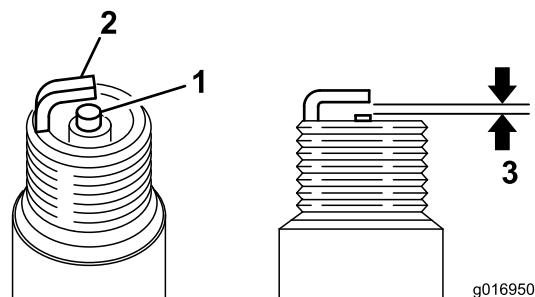

Figura 35
- 3. Impostate la distanza fra gli elettrodi a 0,6 - 0,7 mm (Figura 35).